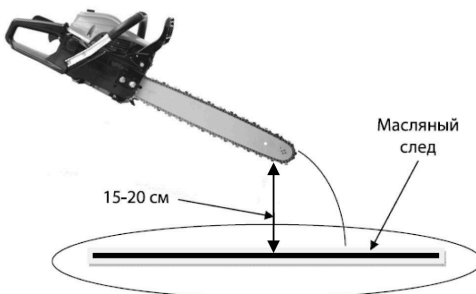

Рис. 9
2. Нажмите на курок газа до упора и дайте двигателю поработать примерно 10-15 секунд на максимальных оборотах. Под шиной должен остаться четкий масляный след (рис. 9)